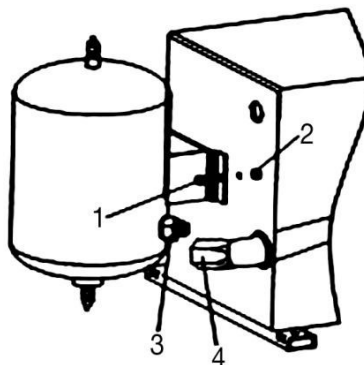

Bild 5
6. Montera lufttanken på maskinens baksida (bild 5) och dra åt muttern 1 (bild 5) på bultarna 2 (fig.5). Fäst slangen 4 på tanken 3.